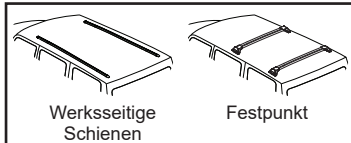

Abb. 1
- Bei werksseitigen Schienen oder Festpunkten (siehe Abbildung 1) ist darauf zu achten, dass sich das Dach bei starker Belastung nicht verformt.